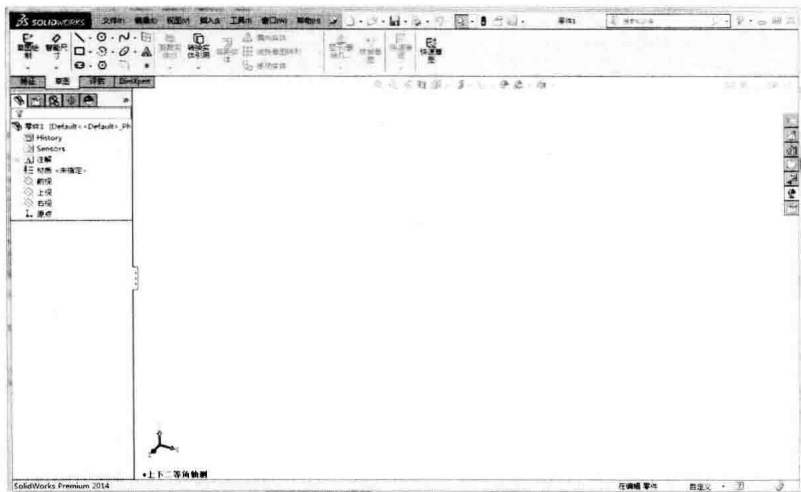

图 1-4 零件 SolidWorks 用户界面操控板
- [2] 单击【零件】/【确定】按钮, 出现零件 SolidWorks 用户界面操控板如图 1-4 所示。